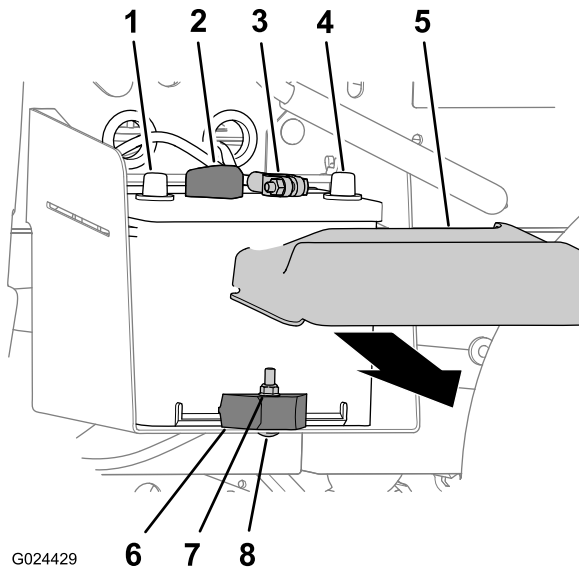

図 49
1. バッテリーカバーを両側からを押すようにしてバッテリー上部からカバーを外す (図 49)。
2. バッテリーのマイナス端子からバッテリーケーブル-を外す (図 49)。
3. バッテリーのプラス端子からプラスケーブルを外す (図 49)。
2. バッテリーをバッテリートレイに固定しているロックナット、キャリッジボルト、バッテリークランプを外す (図 49)。
3. バッテリートレイからバッテリーを取り出す (図 49)。
1. バッテリートレイにバッテリー載せる (図 49)。
注 バッテリーのプラス端子とマイナス端子が (図 49)のように整列するように取り付けること。
2. バッテリークランプ、キャリッジボルト、ロックナットを使って、バッテリーをバッテリートレイに固定する (図 49)。
1. バッテリーのプラス+ケーブルをバッテリーのプラス端子に接続する (図 49)。
2. バッテリーのマイナス-ケーブルをバッテリーのマイナス端子に接続する (図 49)。
3. バッテリー上部に、バッテリーカバーを取り付ける (図 49)。